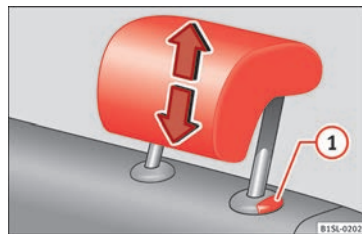

Fig. 4 Regolazione dei poggiatesta posteriori
- Spostare il poggiatesta nella direzione indicata dalla freccia, verso l'alto o verso il basso mentre si preme il tasto » fig. 4 ① » ⚠.